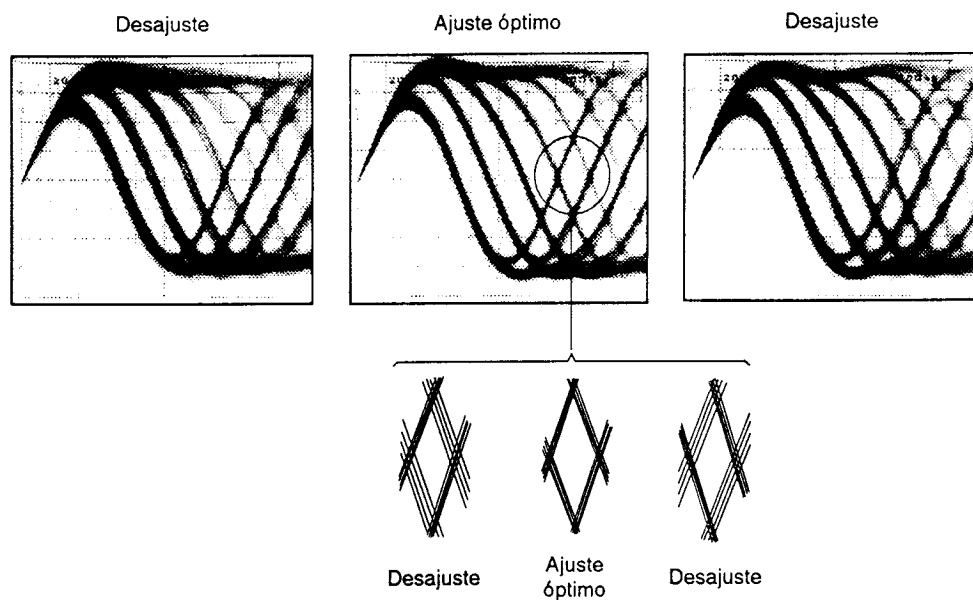

Figura 5 Patrón óptico
3. A continuación, ajuste el tornillo de ajuste de inclinación tangencial con una llave hexagonal M 3 mm hasta que el patrón ocular (la forma de diamante del centro de la señal de RF) pueda verse con la mayor claridad (figura 5).